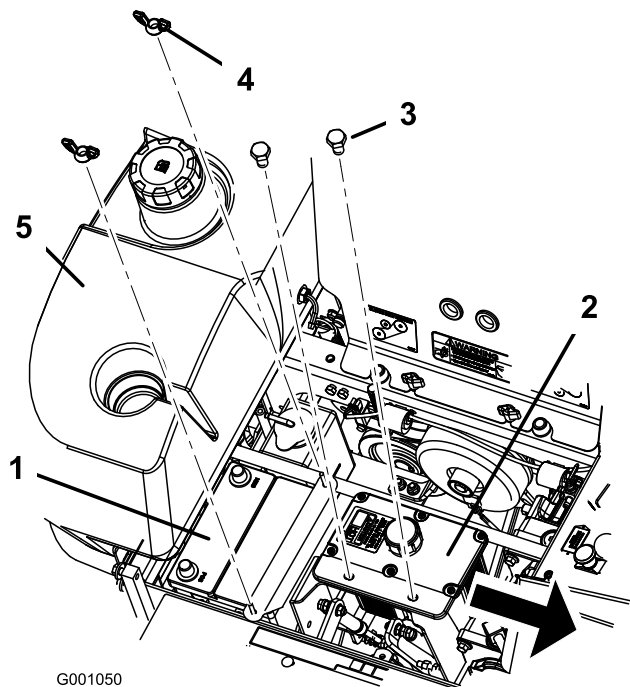

Bild 46
6. Entfernen Sie beide Flügelmutter (1/4 Zoll), mit denen die Batterieschelle befestigt ist (Bild 46).
7. Entfernen Sie die beiden Schrauben, mit denen der Hydraulikbehälter befestigt ist (Bild 46).
1. Legen Sie die Batterie in den Ständer, sodass die Klemmen auf der anderen Seite des Hydraulikbehälters sind (Bild 46).
6. Befestigen Sie die Batterie mit J-Schrauben, einer Halteschelle, 2 Scheiben (1/4 Zoll) und 2 Flügelmutter (1/4 Zoll) (Bild 46).